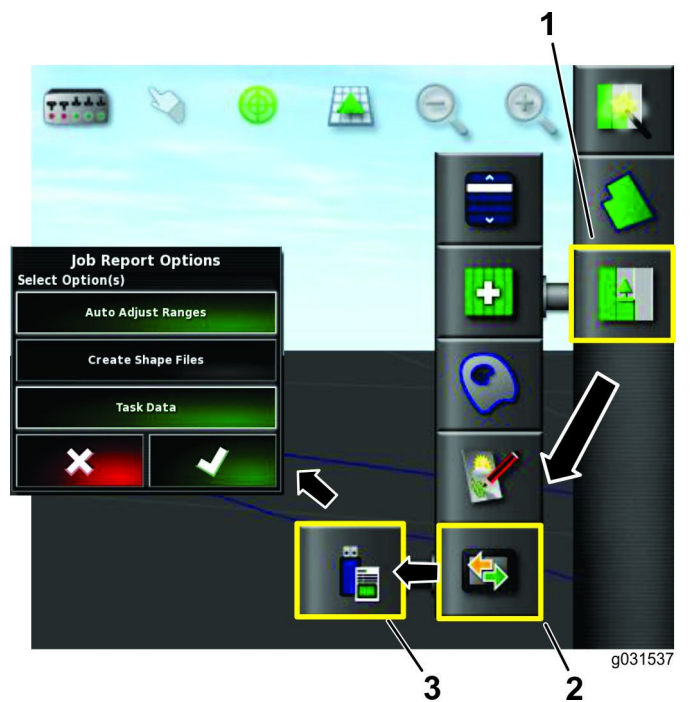

图 89
3. 按作业菜单图标 图 89。
4. 按数据交换图标 图 89。
5. 选择导出作业报告至 USB 图标 图 89。